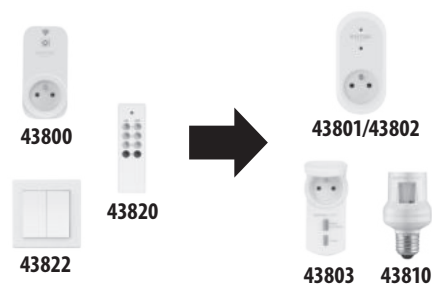

Abb.1
- Mit den links dargestellten Bediengeräten (Sender – siehe Abb. 1) können die rechts abgebildeten Empfänger bedient werden. Mit einem links dargestellten Bediengerät können entweder die gleichen Empfänger bedient werden, z. B. drei gleiche Steckdosen, oder unterschiedliche Empfänger, wie z. B. die Innenraumsteckdose Extol® Light 43801/43802, Fassung (Licht) Extol® Light 43810, Außenbereichsteckdose Extol® Light 43803 usw. Mit allen Bediengeräten können die Empfänger rechts bedient werden. Die Anzahl der gesteuerten Geräte wird durch die Kapazität des Bediengerätes festgelegt.